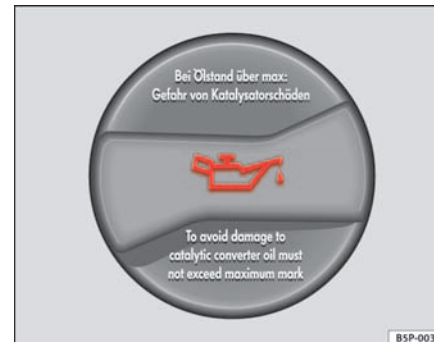

Abb. 121 Deckel der Motoröl-Einfüllöffnung im Motorraum
- Schrauben Sie den Deckel der Motoröl-Einfüllöffnung ab ⇒ **Abb. 121**.